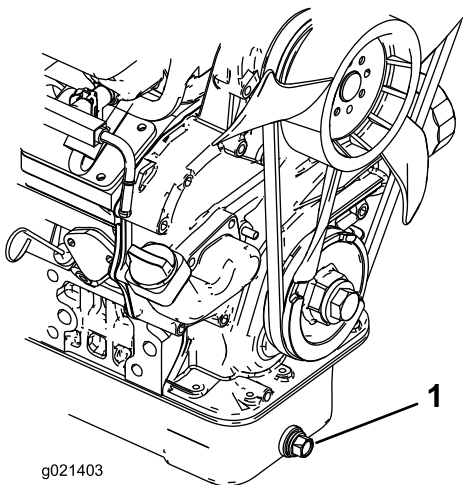

Figura 44
1. Retire el tapón de vaciado (Figura 44) y deje fluir el aceite a un recipiente apropiado. Cuando el aceite deje de fluir, coloque el tapón de vaciado.